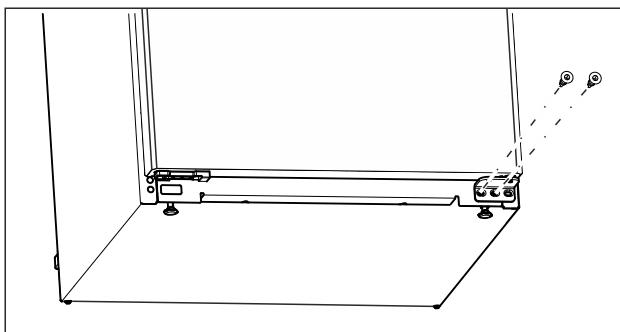

Fig. 15
- Відкрутіть середній гвинт на нижньому опорному кронштейні за допомогою викрутки Torx 20. (див. Fig. 15)
- Відкрутіть внутрішній гвинт на нижньому опорному кронштейні за допомогою викрутки Torx 20. (див. Fig. 15)